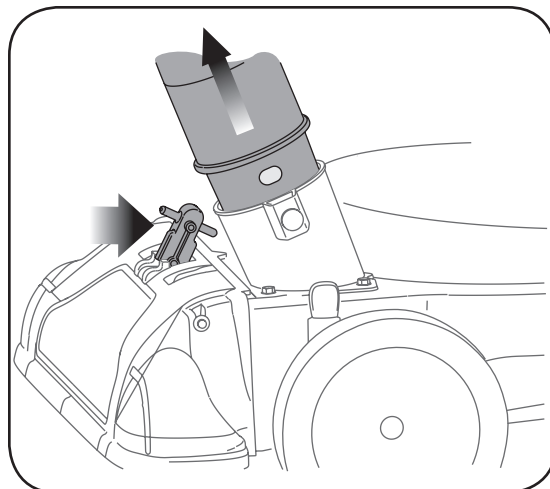

Figura 4-5
- Coloque la palanca del pico / manguera de la aspiradora en la posición superior del pico para aspirar a través del mismo. Vea la figura 4-5.
- El perno con resorte debe estar en el primer orificio (el más cercano al final del tubo) del adaptador de la manguera para operar el pico de la misma. Vea la figura 4-5.